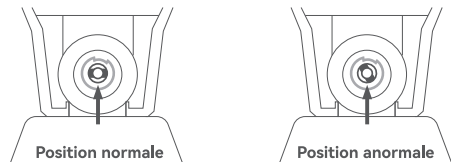

figure 1
- Remettez le raccord en position normale, comme indiqué sur la « figure 1 ».